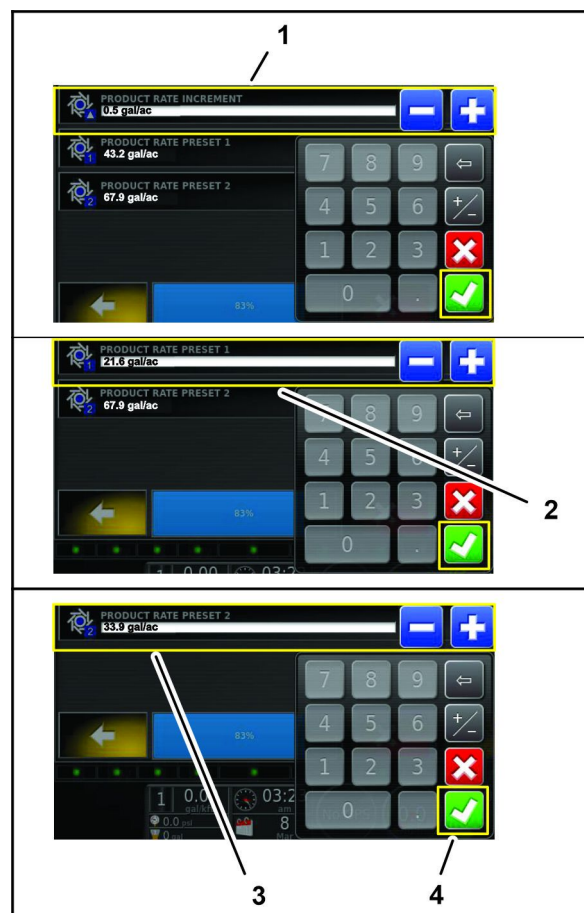

図 120
10. 散布率を増減する時の増加幅増分を、画面上キーパッドから入力する。設定 1 と設定 2 に設定を行い、承認アイコンを押す 図 120。
12. 事前設定散布率 1 の値を、画面上キーパッドから入力し、承認アイコンを押す 図 120。
14. 事前設定散布率 2 の値を、画面上キーパッドから入力し、承認アイコンを押す 図 120。